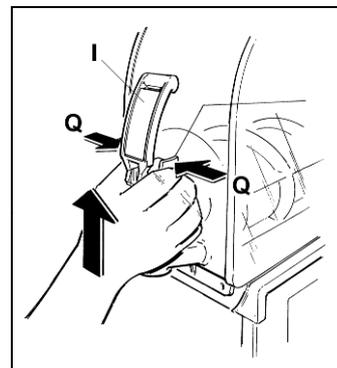

Fig. 3
- Appuyer simultanément sur les ailettes du bloc Q et soulever le robinet I afin de l'extraire de son propre emplacement (voir fig.3).